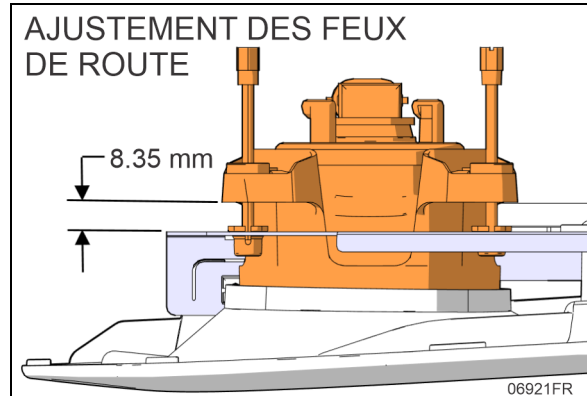
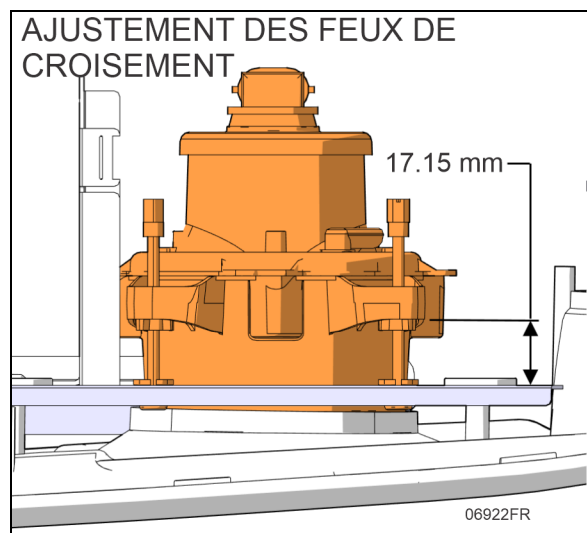

FIGURE 81: RÉGLAGE DE LA HAUTEUR DU PROJECTEUR (FEUX DE ROUTE)
FIGURE 82: RÉGLAGE DE LA HAUTEUR DU PROJECTEUR (FEUX DE CROISEMENT)
9. Ajustez la hauteur du projecteur par rapport au support métallique à chaque tige filetée jusqu'à ce que la hauteur du projecteur atteigne les valeurs indiquées (Figure 81 & Figure 82).